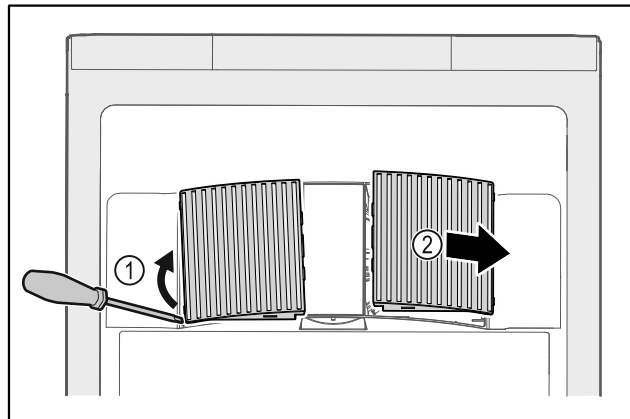

Fig. 154
- ▶ Estrarre con cautela i coperchi delle ventole dai lati Fig. 154 (1) e rimuoverli in avanti Fig. 154 (2).